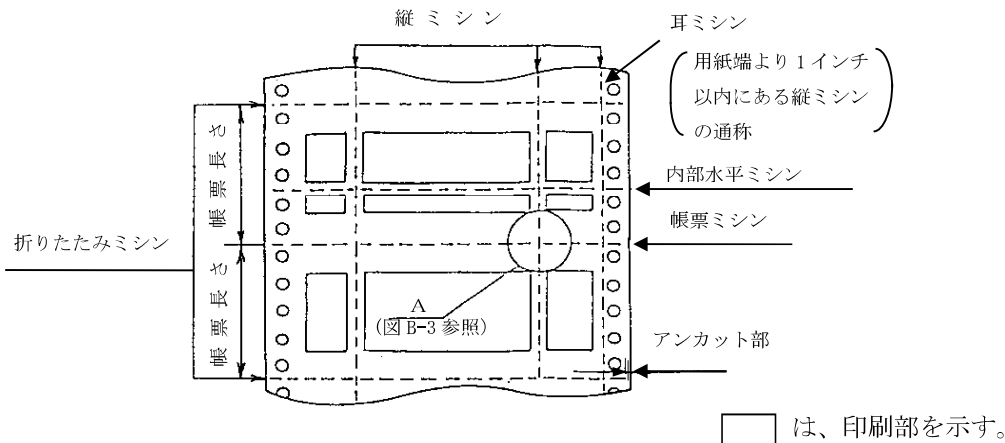
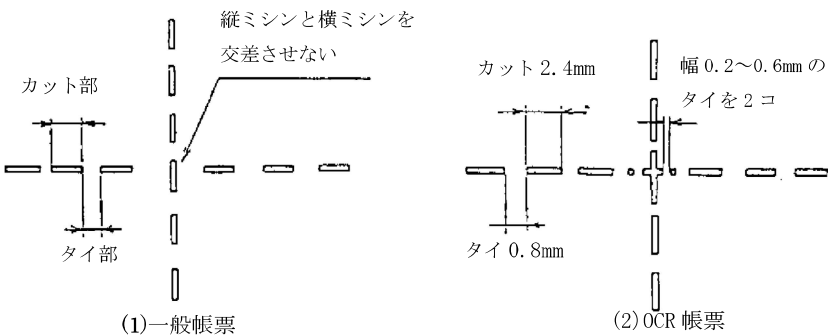

図 B-2 ミシンの定義
図 B-3 縦横ミシン目の交差部(図 B-2・A 部参照)
縦ミシン(耳ミシンを含む)、横ミシン(折りたたみミシン、帳票ミシン、内部水平ミシン)の定義は、図 B-2 による。ミシン目カット部及びタイ部の定義は、図 B-3 を参照して下さい。ミシン目のアンカット部は、図 B-2 を参照して下さい。
(4) ミシンに関する留意事項
- (c) 帳票ミシンと内部水平ミシンは、両端に 3～5mm のアンカット部(図 B-2 参照)を残すこと。また折りぐせのないこと。
- (d) 折りたたみミシンの両端に 1～3mm のアンカット部(図 B-2 参照)を残すこと。